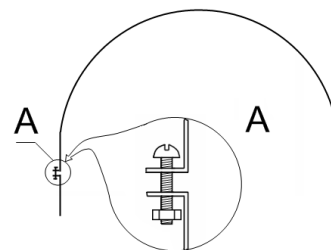

Рис. 19
5.2. К прижимной ленте № 31 присоедините ленту короткую № 32 винтом м4х35 (№ 35 комплектации). Гайку м4 до конца не затягивайте, оставьте место для дальнейшей подтяжки прижимной ленты после фиксации верхнего покрытия (см. рис. 19-А).